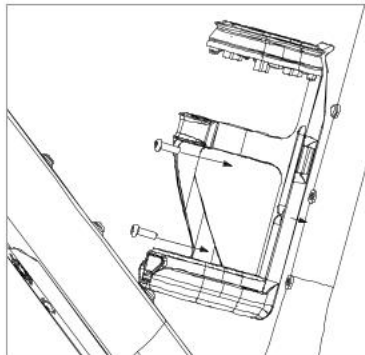

Figure 14
3. Fixez le prolongateur d'autonomie au cadre et remettez les vis (figure 14). Serrez les vis entre 3 et 5 Nm.